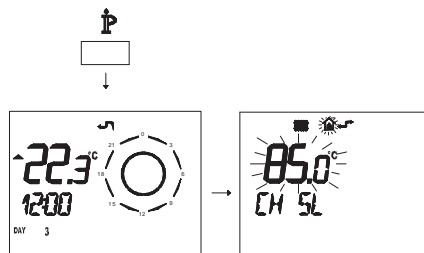

Рисунок 5.33
Графики зависимости температуры от изменений, внесенных посредством кнопок 16 и 17, при коэффициенте **K 1,5**, представляет Рисунок 5.33.
- Нажмите и удерживайте 3 секунды кнопку **IP**, чтобы войти в режим **INFO** (Рисунок 5.33).